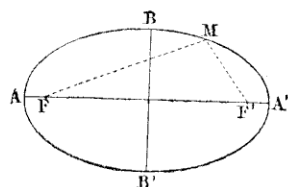

Fig. 22.
**Définition des lignes.** —  $F$  et  $F'$  : foyers. — Distance  $FF'$  : distance focale. —  $AA'$  : grand axe. —  $BB'$  : petit axe. — Rayons vecteurs : toutes les droites, telles que  $FM$ ,  $F'M$  partant des différents points de l'ellipse et aboutissant aux foyers (fig. 22).